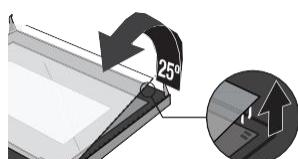

Рис. 4
4. Осторожно отделите стекло, подняв его на угол примерно 25° . (Рис. 4)